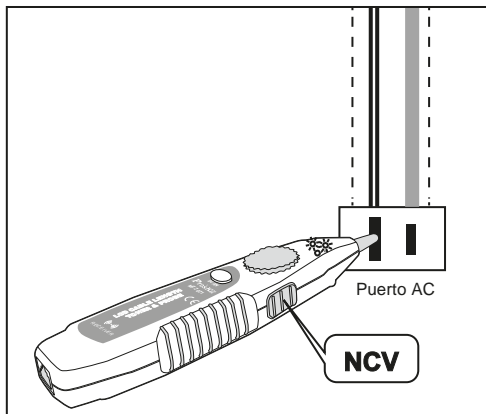

Figura 12 Prueba de tensión sin contacto
1. Siguiendo la figura 12, sitúe el interruptor en NCV (non-contact voltage). La función se inicia tan pronto como se ilumine el indicador de encendido.